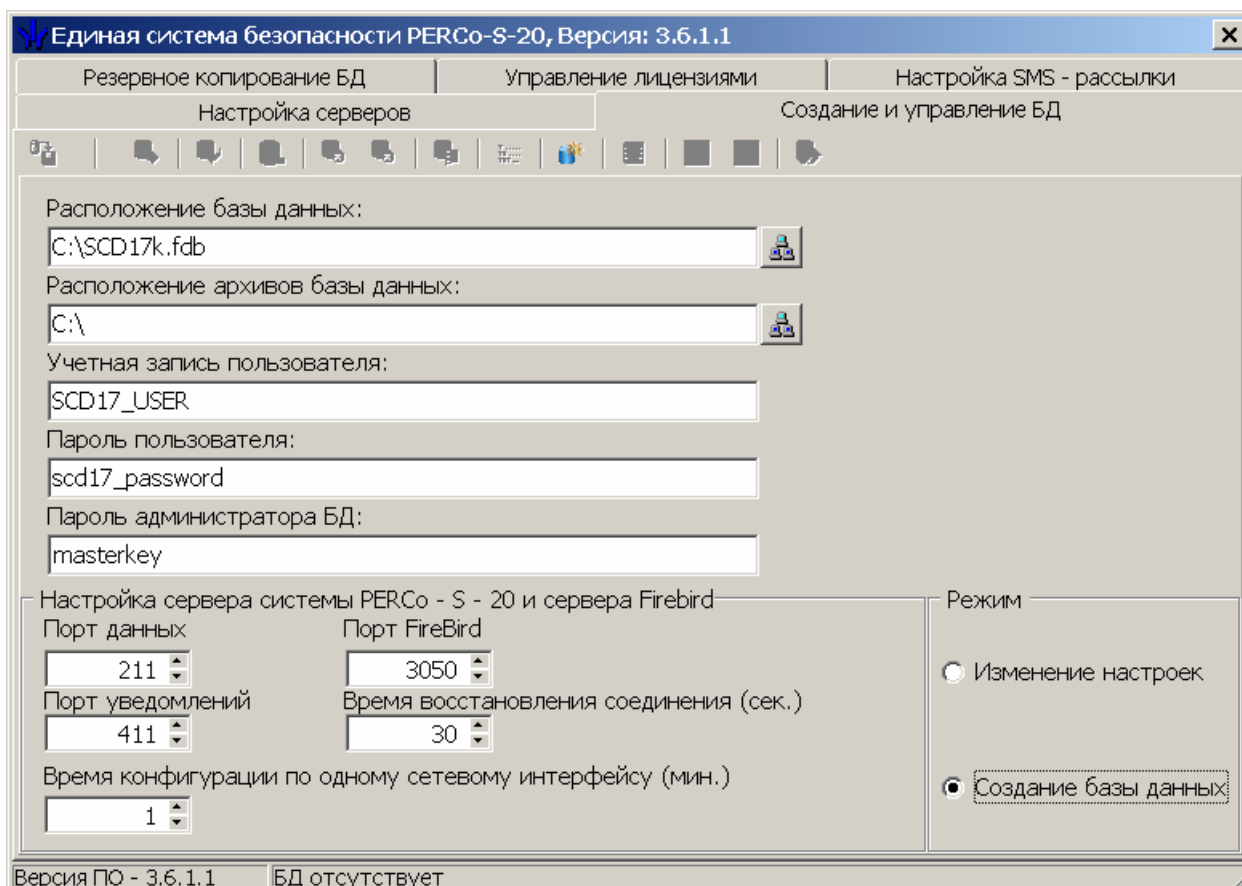

Рис. 6 Создание базы данных
- На панели **Режим** установите переключатель в положение **Создание базы данных** (См. Рис. 6)..